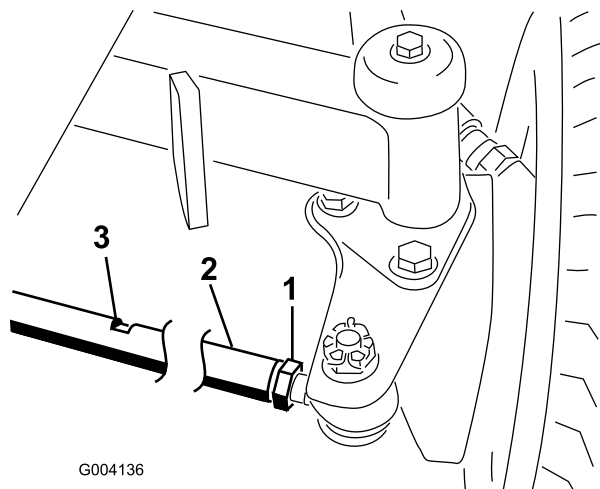

Figure 68
2. Desserrez l'écrou de blocage à chaque extrémité de la biellette (Figure 68).